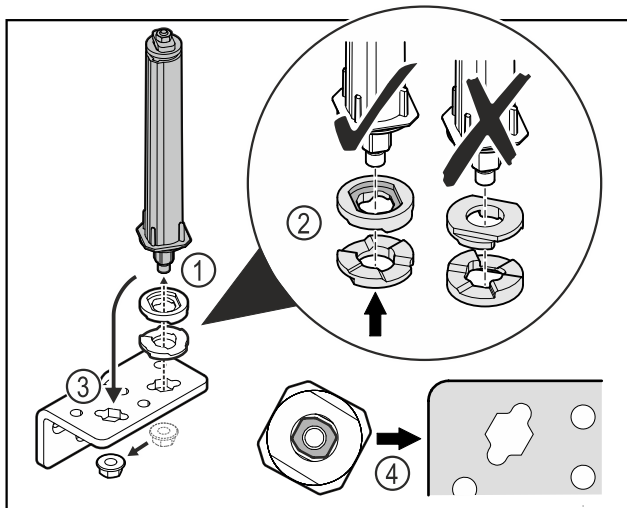

Fig. 29
- Oldja ki az anyát, és távolítsa el az ajtózáro rendszert Fig. 29 (1).
- Ügyeljen a magasságállító alátétek helyes beigazítására Fig. 29 (2).
- Helyezze át az ajtózáro rendszert a zsanéridombban, és rögzítse az anyával Fig. 29 (3).
- Behelyezéskor ügyeljen az ajtózáro rendszer helyes beigazítására Fig. 29 (4).